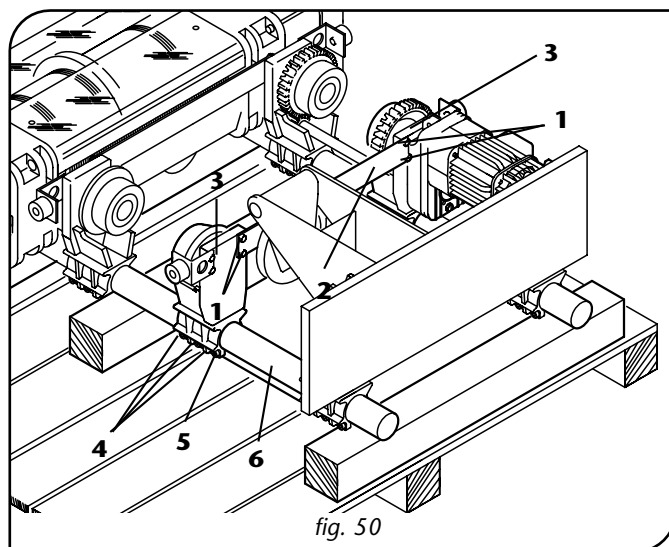

fig. 50
6. Allentare, senza svitare completamente, le viti di fissaggio -1- dei piatti -2- delle piastre lato contrappeso -3-, affinché esse non siano rigidamente vincolate tra di loro, nonché i dadi autobloccanti -4- delle staffe -5- che fissano le piastre -3- lato contrappeso alle barre -6- (fig. 50).